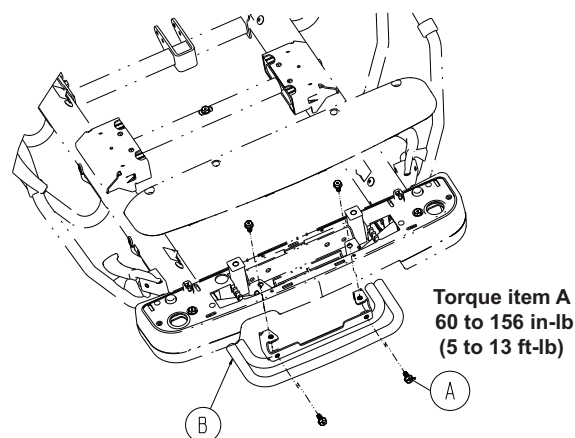

Figure 50 – Barre de pompe en option
11. Soulever la housse médiane (T) pour retirer la housse médiane du châssis du plan de couchage. Conserver la housse médiane.
12. Pour les produits munis d'une barre de pompe en option, utiliser une clé à cliquet et une douille de 1/2 po, retirer les quatre vis (A) qui fixent la barre de pompe (B) au châssis du plan de couchage (Figure 50). Conserver les vis et la barre de la pompe.